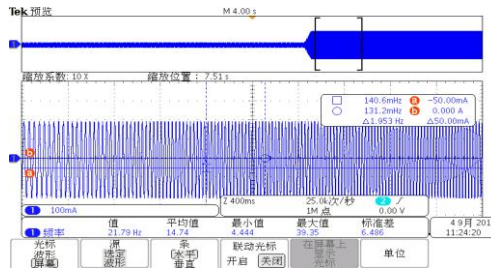

图 49 速度 PI 调节电流变化情况
- 设定转速为 200，待电机运行稳定后，设定转速为 600（根据具体情况确定转速的改变值），然后使用示波器观察在电机转速改变时的电流变化情况，如图 49 所示。